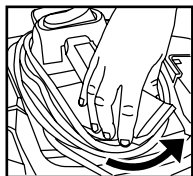

FIGURE 32
54. Pour retirer le cordon d'alimentation du rebobineur, saisissez les côtés de la section arrière du rebobineur (logée derrière la poignée) puis tournez un demi-tour dans le sens antihoraire jusqu'à ce que la section s'élève au-dessus de la poignée. **FIGURE 32.**